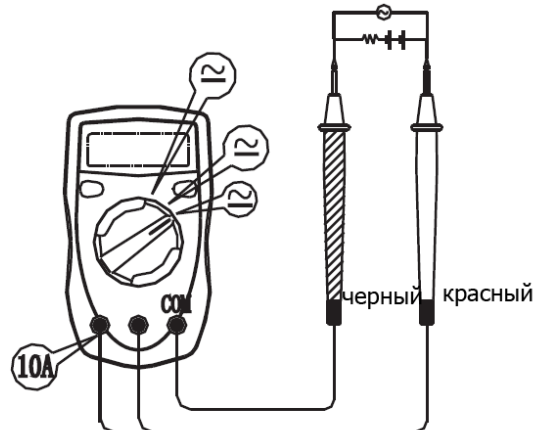

Рис. 4
С. Измерение постоянного тока (См. рис.4)
D. Измерение переменного тока (См. рис.4)